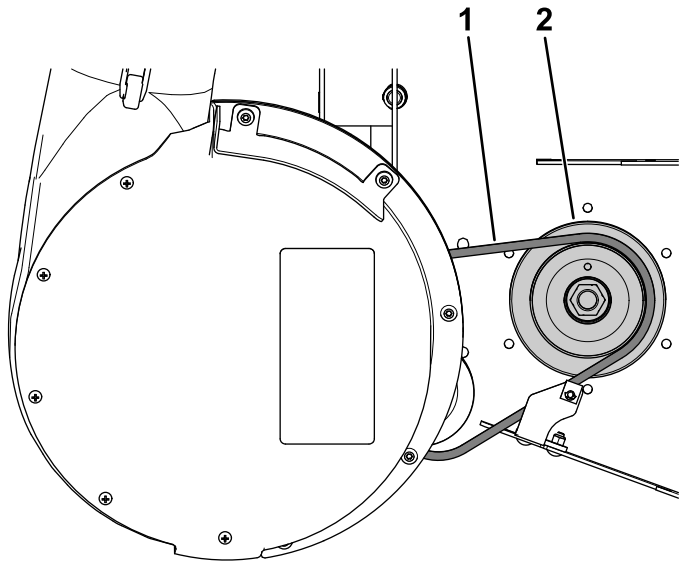

Figure 21
1. Tirez la poulie de tension rappelée par ressort vers l'arrière et chaussez la courroie du ventilateur sur la poulie d'entraînement (Figure 21).